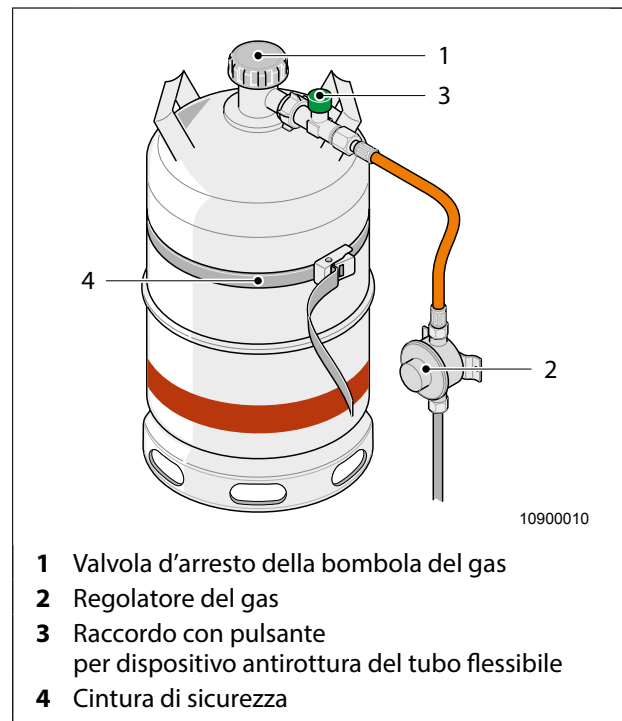

Fig. 46 Bombola del gas nel gavone portabombole
1. Chiudere la valvola d'arresto della bombola del gas (Fig. 46, pos. 1).
2. Svitare manualmente il raccordo con pulsante per dispositivo antirottura del tubo flessibile (Fig. 46, pos. 3) dalla bombola del gas (Attenzione: filettatura sinistrorsa).
3. Allentare la cinghia di fissaggio (Fig. 46, pos. 4) e rimuovere la bombola del gas vuota dal gavone portabombole.
6. Posizionare la bombola piena nel dispositivo di alloggiamento nel gavone portabombole e bloccarla con la cinghia di fissaggio (Fig. 46, pos. 4).
7. Svitare manualmente il raccordo con pulsante per dispositivo antirottura del tubo flessibile (Fig. 46, pos. 3) (attenzione: filettatura sinistrorsa).
8. Aprire la valvola d'arresto della bombola del gas (Fig. 46, pos. 1).
9. Spingere a fondo il pulsante del dispositivo antirottura del tubo flessibile (Fig. 46, pos. 3).